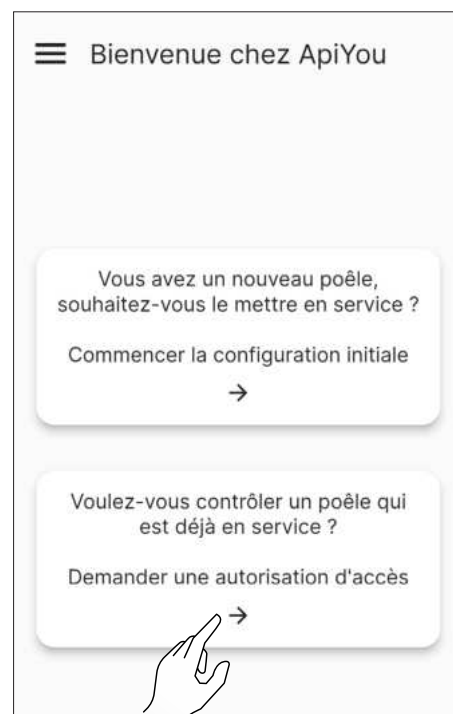

Fig. 8.27
- sélectionner l'option « Voulez-vous contrôler un poêle qui est déjà en service ? » (Fig. 8.27)